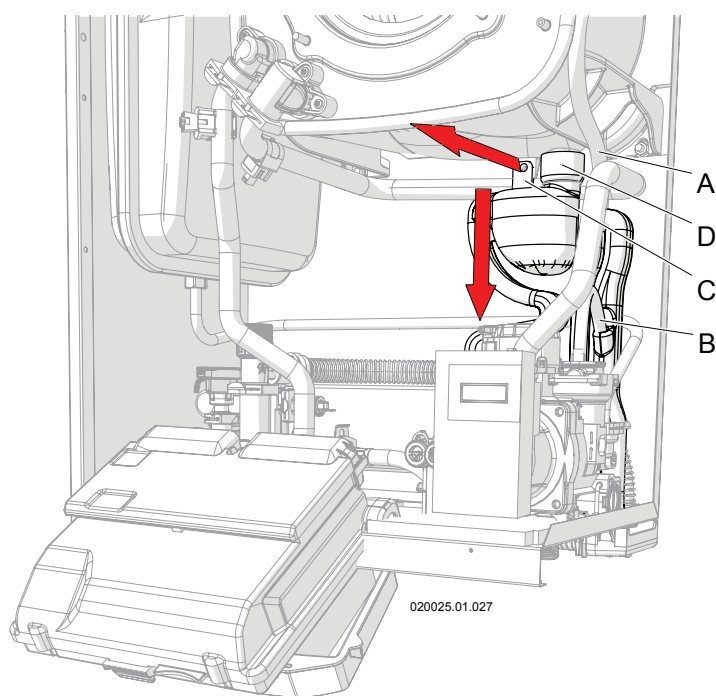

Figura 8-8 - Smontaggio sifone raccogli condensa
- 5.- sfilare verso l'esterno il supporto "C" dal sostegno di tenuta (Figura 8-8);